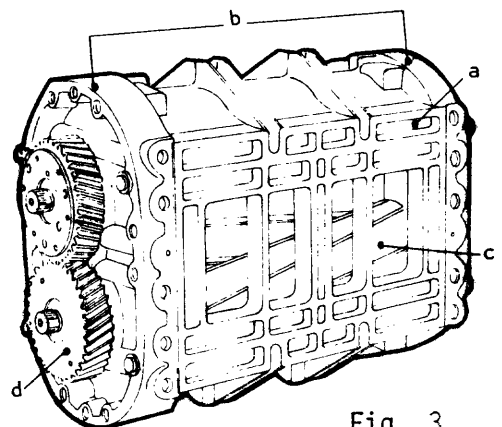

Fig. 3
*CONSTITUCIÓN (fig. 3)*
### 1. *Cuerpo del superalimentador (fig. 3-a)*
### 2. *Placas de extremos (fig. 3-b)*
### 3. *Rotores (fig. 3-c)*
### 4. *Egranajes (fig. 3-d)*